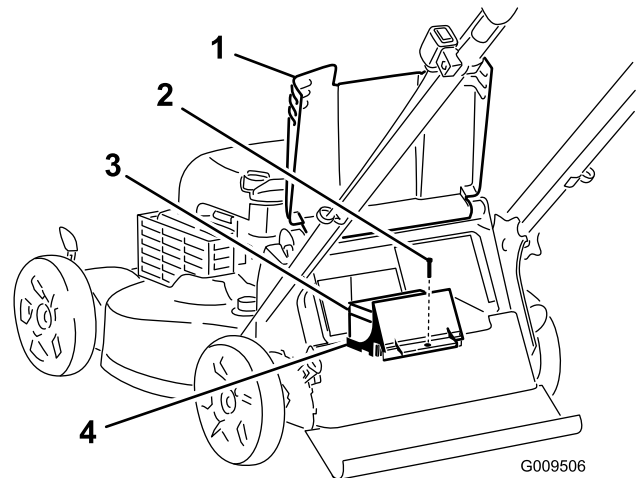

Figura 27
1. Erga o defletor traseiro e localize o compartimento da bateria (Figura 27).